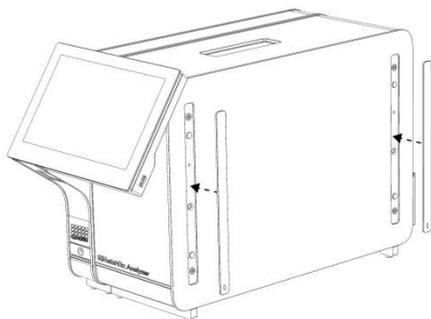

Figura 4. Ricollegimento dei coperchi di protezione.
4. Riattaccare i coperchi di protezione sul lato del modulo analitico (Figura 4).